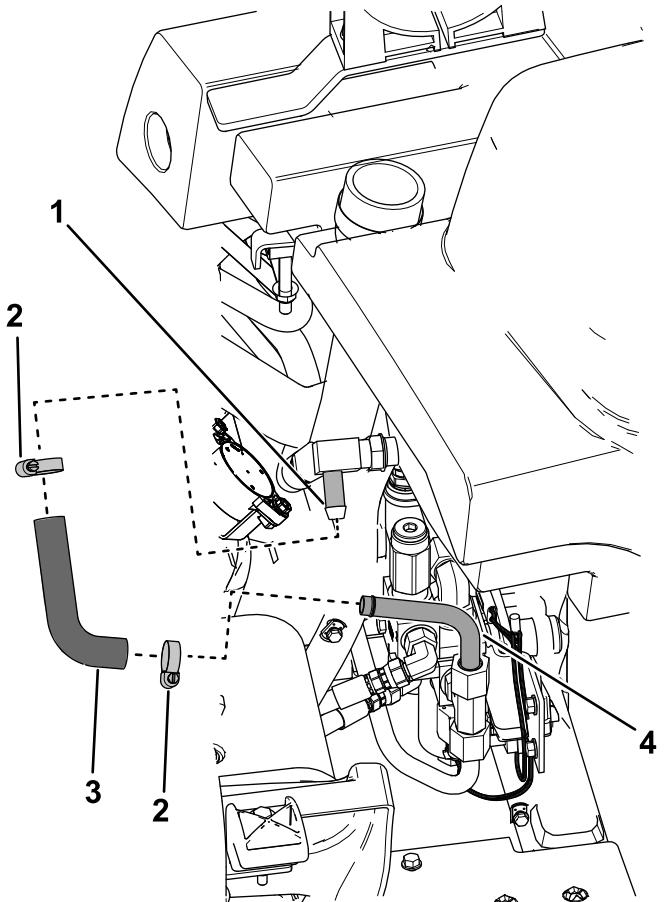
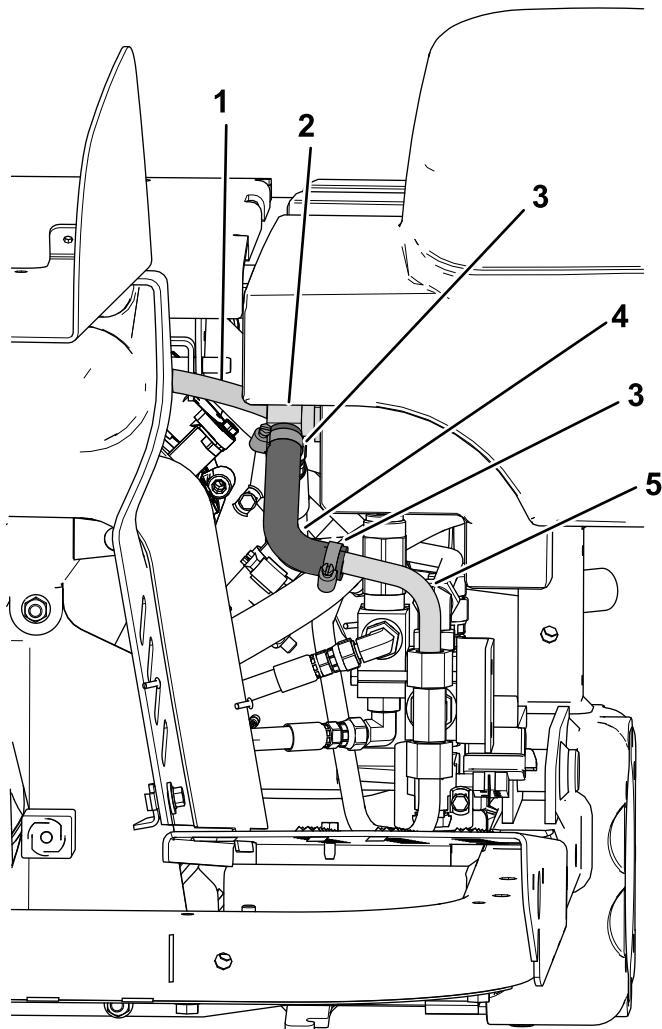

图 24
图 31
3. 将 4 号液压管线安装到已装配至阀门侧面的三通接头图 24。
11. 将 2 个小号软管夹滑动到小成型液压软管上图 24 和 图 31。
12. 将成型软管的长腿安装到液压油缸中的 90 度三通接头图 31。
13. 将成型软管的短腿安装到 4 号液压管线的宝塔接头端图 31。
15. 将 5 号液压管线软管松松地安装到小 90 度三通接头图 31。